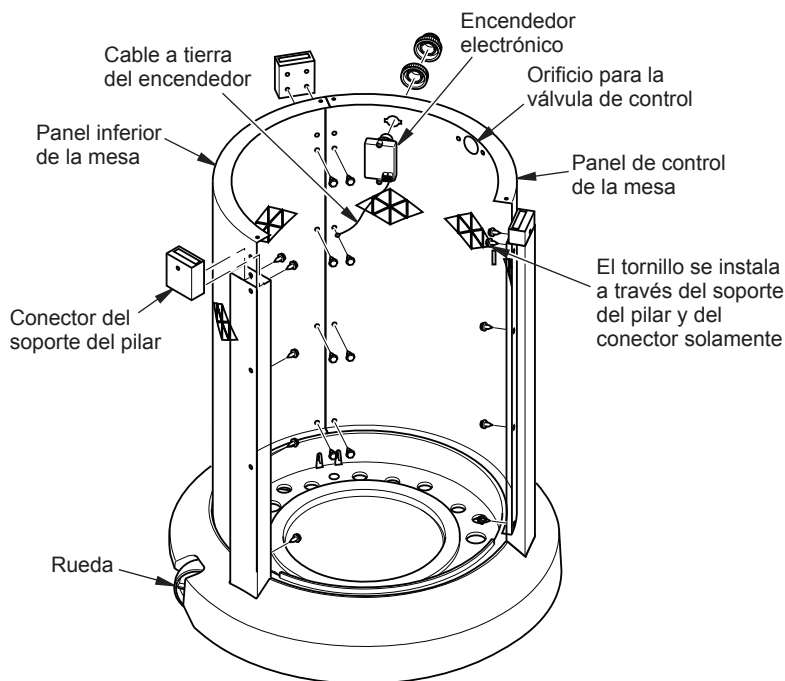

Figura 4 - Fijación de los paneles laterales y del encendedor
- Coloque el panel inferior y el panel de control de la mesa sobre el conjunto de la base, como se muestra en la figura 4. Asegúrese de que el panel inferior de la mesa esté en el lado de la base que tiene las ruedas. Utilizando únicamente los 3 grupos de orificios inferiores, fije los paneles a los pilares de soporte con 12 tornillos (C) (consulte la figura 4). Fije el cable de conexión a tierra del encendedor con 1 tornillo como se muestra en la figura 4 (el encendedor instalado en el paso 4).
- Los conjuntos superiores de tornillos (C) se insertarán a través de los paneles, a través de los pilares de soporte y luego hacia dentro de los conectores de soporte de los pilares, como se muestra en la figura 4 (tornillo 6). Asegúrese de que los conectores de soporte de los pilares estén orientados como se muestra en la figura 4. La parte lateral de los conectores con un orificio debe estar orientada hacia afuera del calentador y el orificio debe estar en la parte superior. Para los conectores de soporte que están más cerca de la abertura de la parte anterior, el segundo tornillo se instalará sólo a través de los paneles y de los conectores de soporte. El segundo tornillo asegurará al conector (consulte la figura 4).
- Instale el encendedor electrónico a través del panel de control, como se muestra en la figura 4. Ajústelo a presión en su lugar. Atornille el anillo de retención y la tapa del encendedor desde el panel exterior.